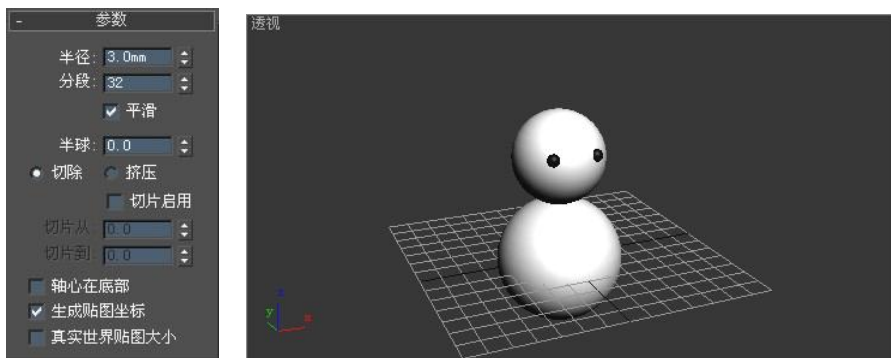

图 2-43 创建眼睛
- (4) 单击“球体”按钮, 在前视图中再创建球体作为雪人眼睛, 在参数面板中设置球体的参数, 如图 2-43 所示, 颜色选择黑色, 复制出一个相同的球体, 移动到合适的位置。